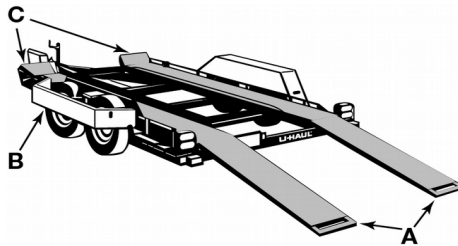
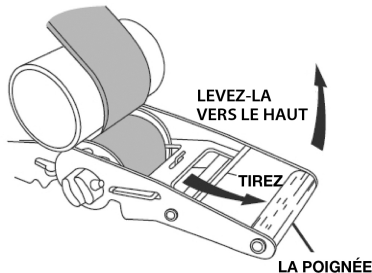

Figure 6
Figure 7
- Sortez complètement des rampes de chargement (Figure 6 – Lettre « A ») qui se trouvent à l'arrière de la remorque porte-voiture.
- Déclenchez les deux extrémités de l'aile gauche (Figure 6 – Lettre « B ») de la remorque porte-voiture et tournez cette aile en rotation vers le bas.
□ Dégagez la sangle d'arrimage pour pneu de la roue à rochet (Figure 6 - Lettre « C »). Tirez sur le déclencheur de la roue à rochet et levez la poignée aussi haut que vous le pouvez (Figure 7). Puis tirez la sangle d'arrimage pour pneu à l'extérieur du tambour de la roue à rochet. Laissez reposer cette sangle d'arrimage pour pneu au-dessus de l'extérieur de la remorque porte-voiture. Dégagez de la même façon la sangle d'arrimage pour pneu qui se trouve de l'autre côté de la remorque porte-voiture.
Détachez les chaînes de sécurité reliées au véhicule remorqué. Dégagez les sangles d'arrimage pour pneus des roues à rochet et laissez-les sur le dessus des côtés de la remorque porte-voiture. Voyez la Figure 7 au sujet de la manière de dégager les sangles d'arrimage pour pneus.